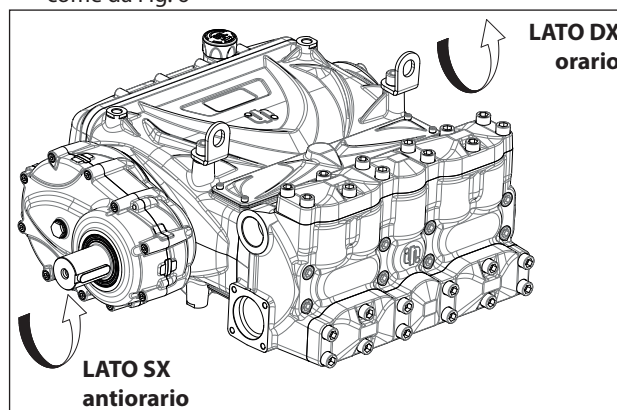

Fig. 6
- come da Fig. 6
Osservando la pompa di fronte lato testata, l'albero pompa deve avere il codolo PTO sul lato Sx (vedere Fig. 6).